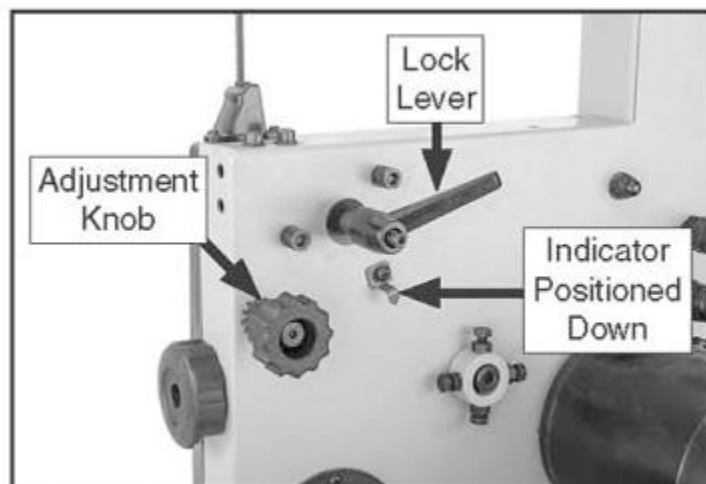

Рисунок 12. Расположение элементов управления станка, которые необходимо удалить или отрегулировать перед началом работы.
2. Ослабьте индикатор шкалы и установите его вниз (см. рис. 12), затем снимите рычаг блокировки наклона стола, шайбу, ручку регулировки наклона стола и болт с пружиной (см. рис. 12).